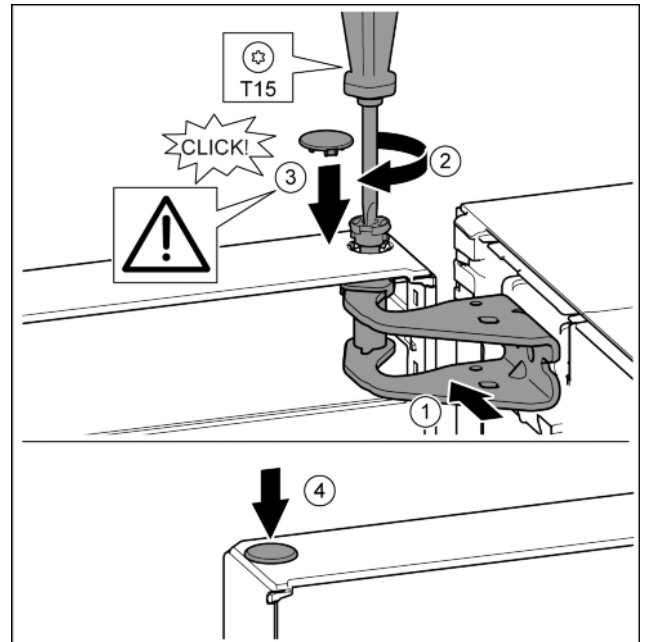

Fig. 23
- ▶ Tür oben zur Öffnung im Lagerbock ausrichten. Fig. 23 (1)
- ▶ Bolzen einsetzen und mit Schraubendreher T15 festschrauben. Fig. 23 (2)
- ▶ Sicherheitsabdeckung zur Sicherung der Tür montieren: Sicherheitsabdeckung einsetzen und Kontrollieren ob sie auf der Tür aufliegt. Ansonsten Bolzen vollständig einsetzen. Fig. 23 (3)
- ▶ Stopfen einsetzen. Fig. 23 (4)